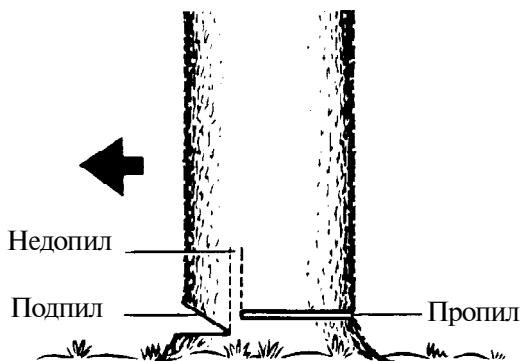

Рисунок 3.16
Основной пропил выполнять несколько выше уровня основания подпила. Выполнять пропил строго горизонтально. При выполнении пропила оставлять перед подпилом недопил примерно 1/10 диаметра ствола. Этот недопил действует как шарнир и дает возможность контроля падения дерева, см. рисунок 3.16.
3.4.5 Подпил выполнять с той стороны, в которую намечено сваливать дерево, см. рисунок 3.16.